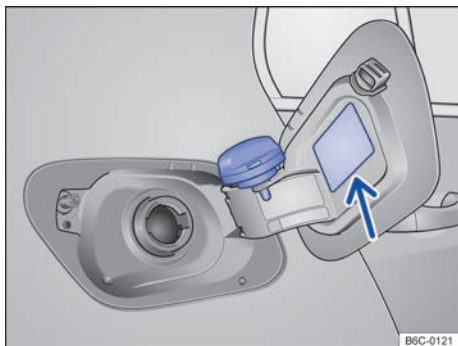

Fig. 157 Portinhola do tanque de combustível aberta com a tampa do tanque de combustível pendurada.
- Remover a tampa do tanque girando-a no sentido anti-horário e encaixá-la no suporte na portinhola do tanque → Fig. 157.